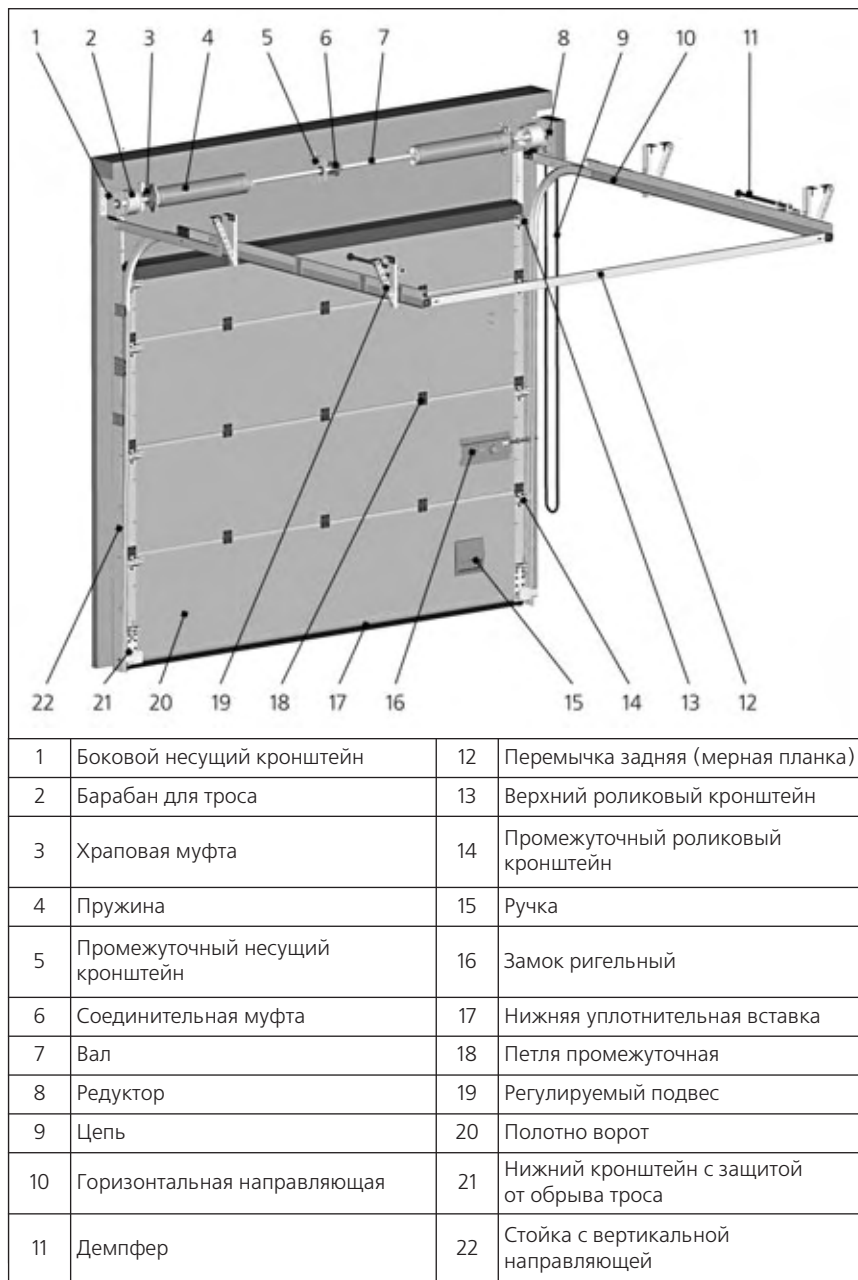
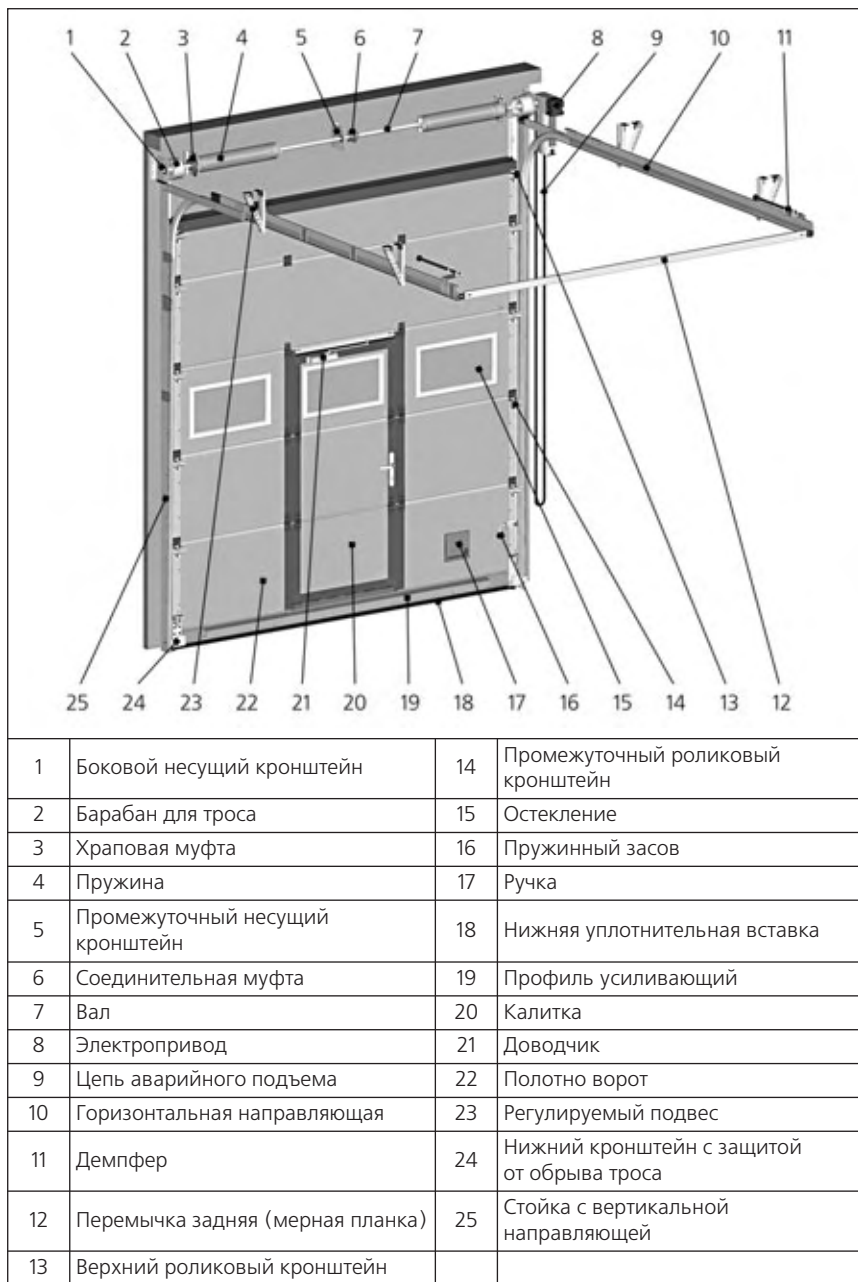

Рис. 1. Ворота с управлением вручную. Стандартный монтаж
Рис. 2. Ворота с электроприводом, калиткой и остеклением. Стандартный монтаж
Ворота состоят из несущего каркаса, воротного полотна, торсионного вала с пружинами кручения, элементов управления. На рис. 1 и 2 приведено схематическое изображение секционных ворот промышленного назначения.
- а)** предохранительные устройства (храповые муфты (позиция №3 на рис. 1 и рис. 2)), срабатывающие при поломке пружины и блокирующие вал, чем предотвращается самопроизвольное падение полотна ворот;
- б)** нижние кронштейны (позиция №21 на рис. 1 и № 24 на рис. 2) с защитой от обрыва троса.
Полотно ворот может быть выполнено с частичным остеклением, а также со встроенной калиткой. Калитка может иметь левое или правое исполнение и открывается только наружу. Остекление воротного полотна может быть выполнено как на воротах с калиткой, так и без нее. Для этого применяются прямоугольные или прямоугольные со скругленными радиусами пластиковые окна с обрамлением черного цвета. На рис. 2 приведено схематическое изображение секционных ворот промышленного назначения с остеклением и калиткой.